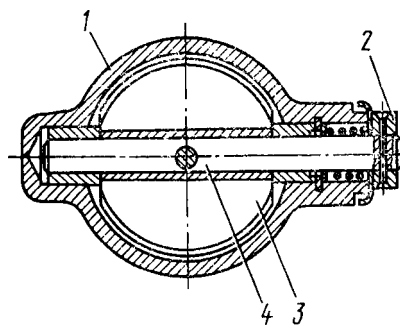

Рис. 293. Механизм вспомогательной тормозной системы: 1 - корпус; 2 - рычаг поворотный; 3 - заслонка; 4 - вал
**Механизм вспомогательной тормозной системы** (рис. 293). В приемных трубах глушителя установлены корпус 1 и заслонка 3, закрепленная на валу 4. На валу заслонки закреплен также поворотный рычаг 2, соединенный со штоком пневмоцилиндра. Рычаг 2 и связанная с ним заслонка 3 имеют два положения. Внутренняя полость корпуса сферическая. При выключении вспомогательной тормозной системы заслонка 3 устанавливается вдоль потока отработавших газов, а при включении — перпендикулярно потоку, создавая определенное противодавление в выпускных коллекторах. Одновременно прекращается подача топлива. Двигатель начинает работать в режиме компрессора.